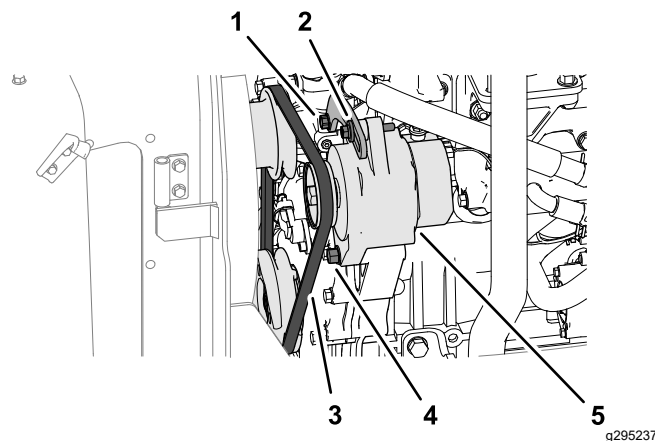

Figura 67
1. Applicate una forza di 10 kg sulla cinghia dell'alternatore (Figura 67), al centro tra le pulegge.
- Se l'inflessione della cinghia è minore di 10 mm, allentate il bullone orientabile dell'alternatore e il bullone della tensione (Figura 67), e riducete la tensione della cinghia.
- Se l'inflessione della cinghia è maggiore di 10 mm, allentate il bullone orientabile dell'alternatore e il bullone della tensione (Figura 67), e aumentate la tensione della cinghia.
**Nota:** Se necessario, allentate il bullone della staffa della tensione (Figura 67).
3. Serrate i bulloni (Figura 67).